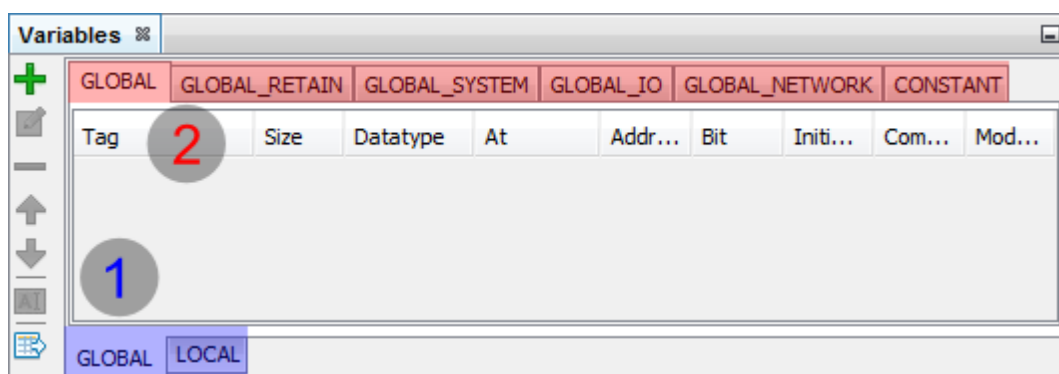

Figura 1 - Editor de Variáveis para o Escopo GLOBAL
As variáveis do escopo (1) **GLOBAL** apresentam os grupos (2), conforme figura 1.